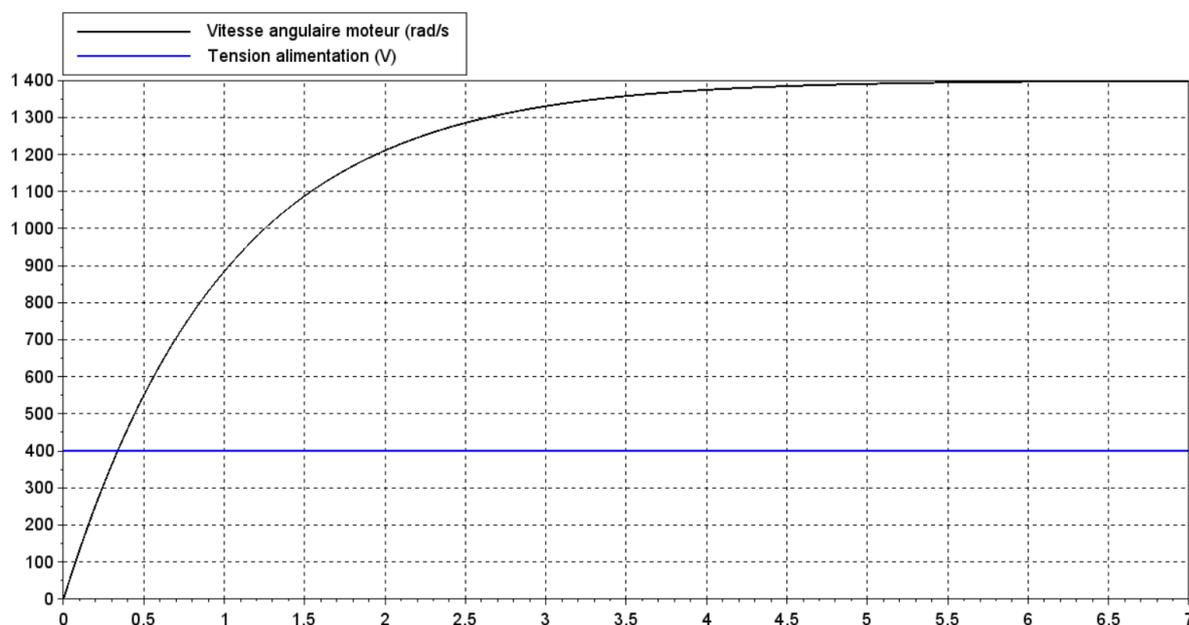

Figure 7
La **figure 7** modélise la vitesse angulaire du moteur électrique de la Renault ZOE en fonction du temps. La consigne en échelon est une tension d'alimentation de 400 V. La fonction de transfert de ce moteur électrique est assimilable à une fonction de transfert du 1^{er} ordre.
22. Sur la figure 7, et avec un échelon de tension de 400 V, le gain statique noté K est égal à :
24. Sur la figure 7, la vitesse angulaire pour $t = \tau$ est égale à :
25. Sur la figure 7, l'équation de la vitesse angulaire est de la forme :
26. Sur la figure 7, la fonction de transfert $H(p)$ a pour expression :